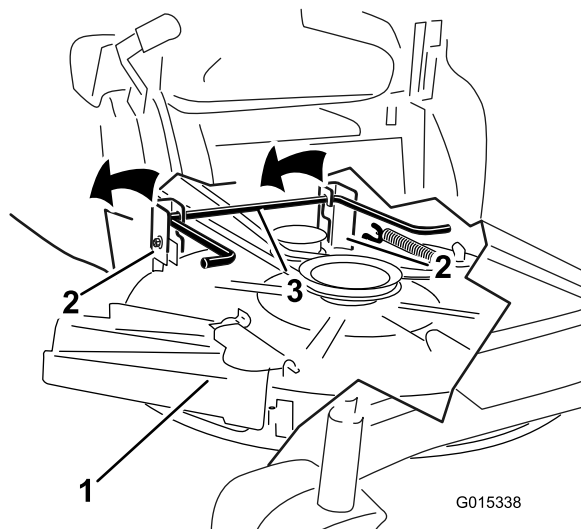

Figura 57
- Alzate il tosaerba e i supporti di sostegno dall'asta di sollevamento posteriore e abbassate con cautela il tosaerba al suolo (Figura 57).
- Alzate la parte posteriore del piatto di taglio e guidate i supporti di sospensione lungo l'asta di sollevamento posteriore (Figura 57).